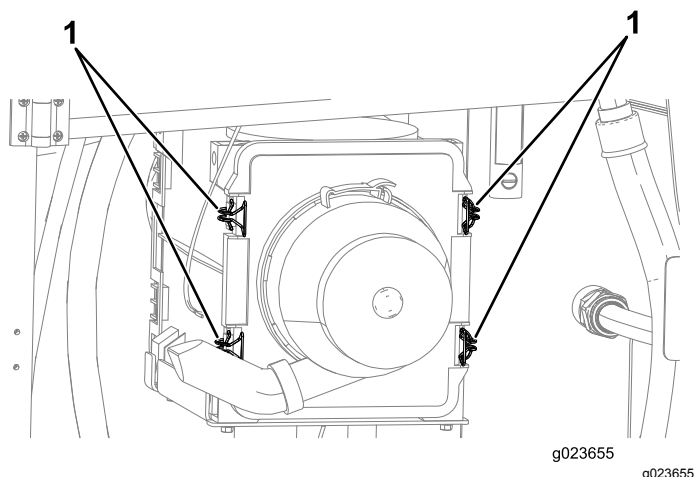

Figura 88
5. Puxe para fora os 4 fechos da tampa do purificador de ar (Figura 88).
4. Pressione a tampa do purificador de ar até que esteja totalmente encaixada, fixando-a em seguida com os fechos (Figura 88).